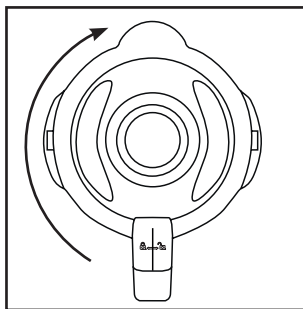

Fig. 2
- 4) Sæt låget **2** forskudt på blenderkanden **3** igen. Luk låget **2** ved at dreje det med uret til position ↘, indtil det klikker hørbart på plads (se fig. 2). Sørg for, at hældetuden på blenderkanden **3** er lukket. Motoren kan kun startes, hvis låget **2** slutter helt til.